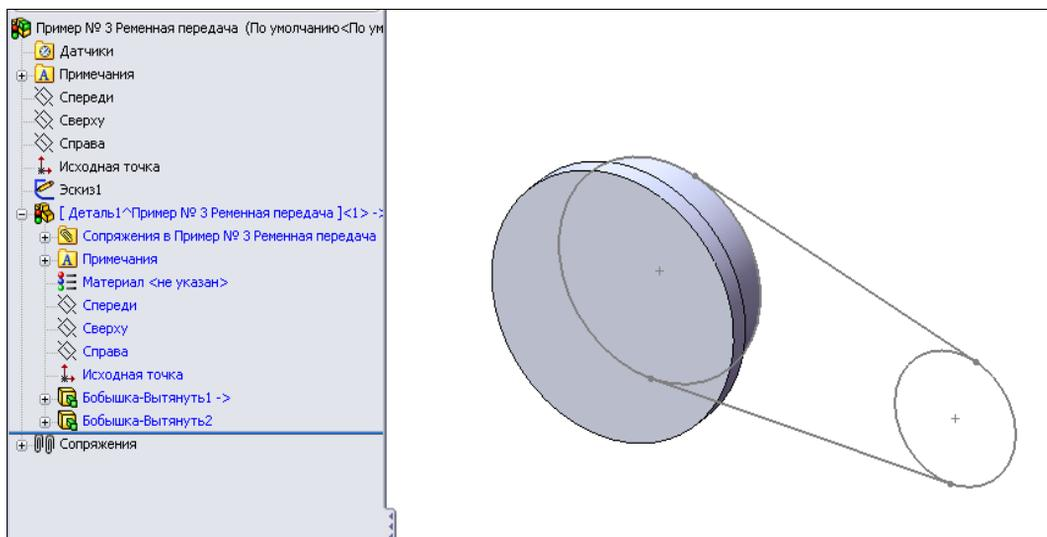

Рис. 6.69
- Вытянем эту окружность на 5 мм, в результате будет построен первый бурт шкива (рис. 6.69).